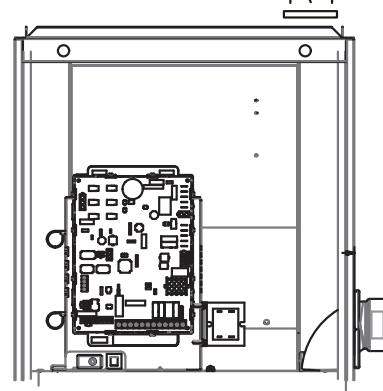

FIGURE 21
- 8 - Réutiliser la plaque de raccordement pour couvrir le trou dans le capuchon supérieur. Voir la FIGURE 21. Retirer les 2 vis qui fixent le capuchon supérieur sur l'appareil sur le côté droit et les réinstaller en fixant le bord droit de la plaque de raccordement et le côté droit du capuchon supérieur sur l'appareil. Utiliser 2 vis à tôle auto-taraud (fournies) pour terminer de fixer du bord gauche de la plaque de raccordement sur le côté gauche.